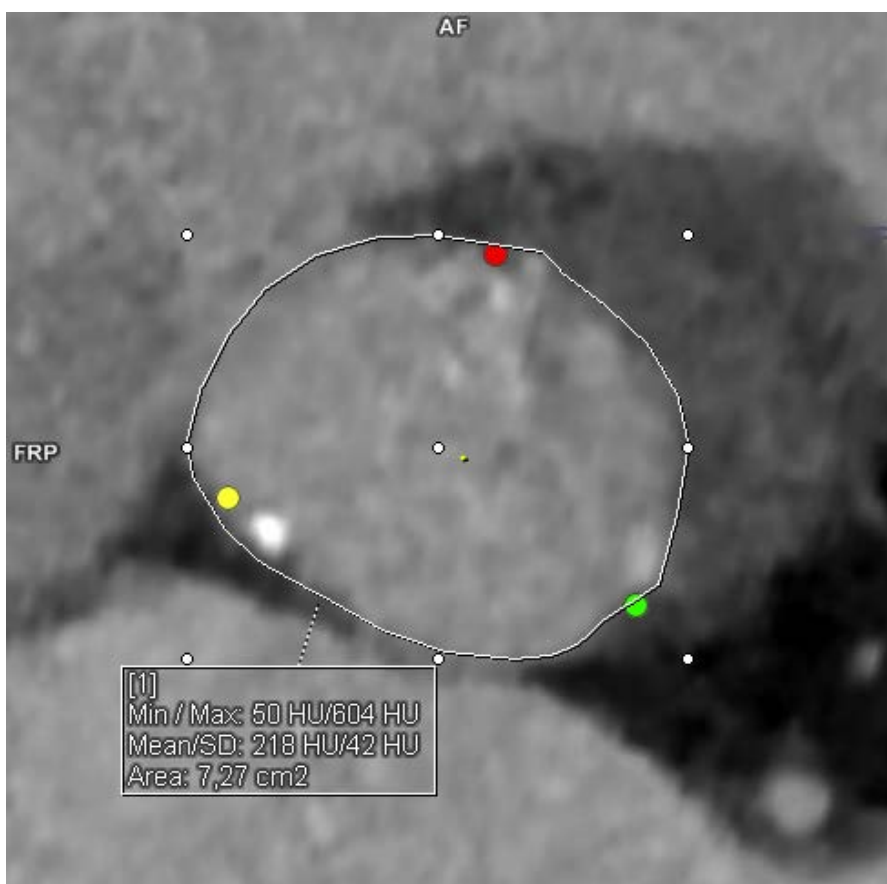

Fig. 2: MPR eksempel på korrekt manuel måling ved hjælp af funktionen "ROI Polygonal Measurement" (Polygon-ROI måling)
**Løsningsforslag:** Som vist i Fig. 2 skal enhver annular måling i stedet udføres manuelt i det MPR-segment, der viser det annulære plan. Værktøjerne ROI Polygonal (Polygon-ROI) og/eller Distance Line (Afstandslinje) kan benyttes.